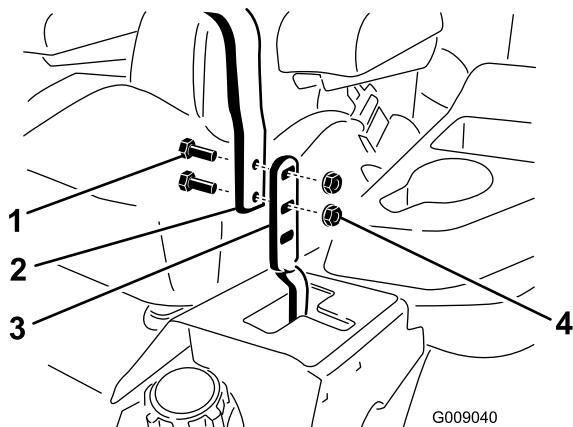

Figure 76
3. Desserrez les boulons et les écrous à embase situés dans les leviers (**Figure 76**).
4. Réglez l'alignement avant/arrière des leviers en les plaçant tous deux à la position **POINT MORT**, puis faites-les coulisser jusqu'à ce qu'ils soient alignés, et resserrez les boulons (**Figure 76**).